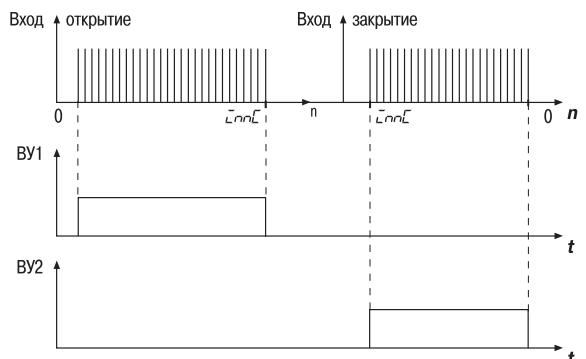

Рис. 9
3.2.9.1.3. При  $Pre5=2$  концевые положения определяются по достижении значения счетчика, равного значению параметра  $t_{maxL}$  (рис.9).